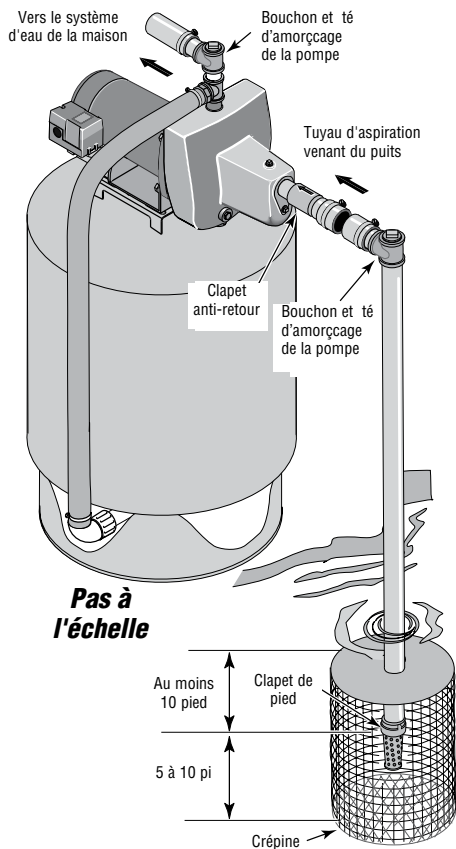

Figure 3 : Installation pour les eaux de surface
SURFACE (Figure 3)
- 2 ° Assembler le clapet de pied et le tuyau d'aspiration (voir la Figure 3). S'assurer que le clapet de pied fonctionne librement. Utiliser du ruban d'étanchéité en PTFE pour filetage sur les raccords de tuyaux filetés. Poser une crépine autour du clapet de pied pour le protéger contre les poissons, les déchets, etc. (voir la Figure 3).
- 4 ° Poser le té d'amorçage, le bouchon d'amorçage et le tuyau d'aspiration sur la pompe (voir la Figure 3). Supporter le tuyau de façon qu'il ne soit pas cintré afin qu'il n'exerce pas de contraintes sur le corps de la pompe; de plus, il doit être légèrement incliné vers le haut, du puits jusqu'à la pompe (les points hauts risquent de causer des poches et des bouchons d'air dans la pompe). Rendre étanches les joints du tuyau d'aspiration avec du ruban d'étanchéité en PTFE pour filetage. Les raccords doivent être étanches à l'air et à l'eau. *Si le tuyau d'aspiration aspire de l'air, la pompe ne pompera pas l'eau du puits.*